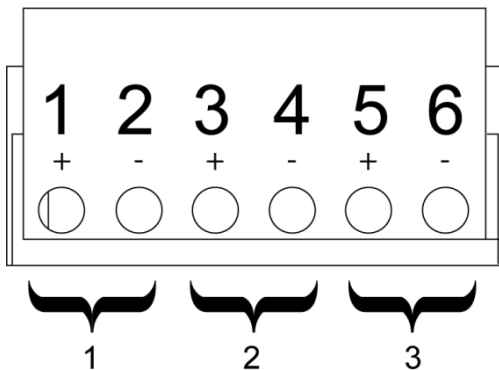

Figura 21. Assegnazione del connettore della morsetti di ingresso segnale
5. Collegare il cablaggio dell'interfaccia di ingresso segnale come mostrato nella tabella 8 e nella figura 21.